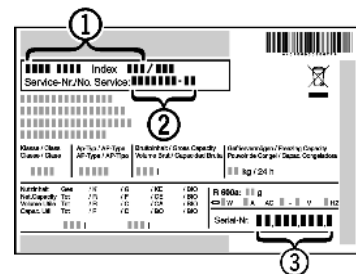

Fig. 6
- ▶ A készülék megnevezését *Fig. 6 (1)*, a szerviz- *Fig. 6 (2)* és sorozatszámot *Fig. 6 (3)* a típusabláról olvassa le. A típusábla a készülék belsejében baloldalon található.
- ▶ Értesítse a vevőszolgálatot a hibáról, és adja meg nekik a készülék megnevezését *Fig. 6 (1)*, a szerviz- *Fig. 6 (2)* és a sorozatszámot *Fig. 6 (3)*.